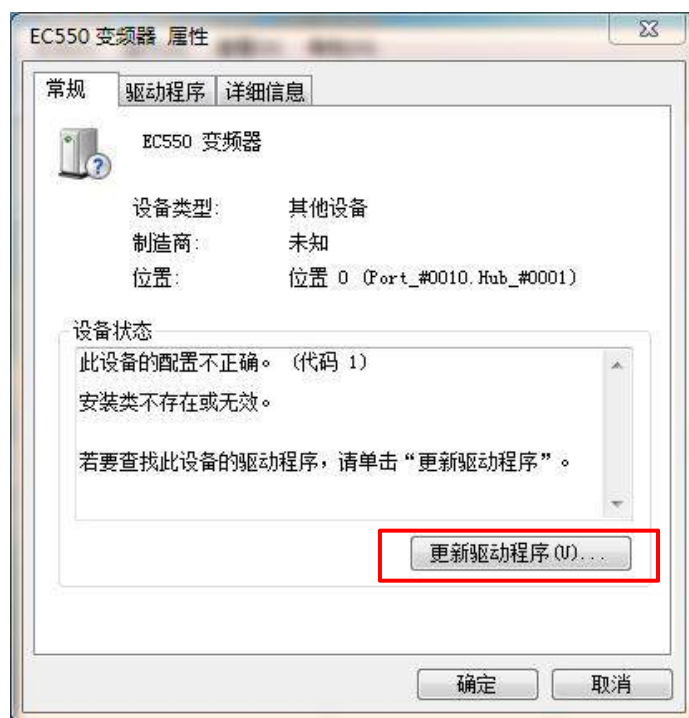

图 4-2-12. 驱动程序属性
- 2) 通过上述操作可以出现图 4-2-12，选择【更新驱动程序】